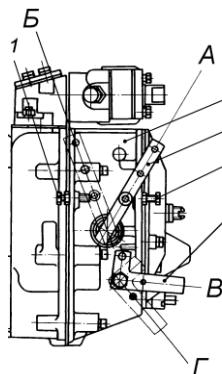

Рис. 54. Регулятор частоты вращения:
13. Установив рычаг регулятора в положение "Г" (рис. 54) выключенной подачи топлива, в течение 10-15 секунд проворачивать стартером коленчатый вал двигателя и по показаниям манометра определить наличие давления масла в центральном масляном канале. При наличии давления можно пускать двигатель.
Рычаг 5 (рис. 54) останова регулятора установить в положение "В" включенной подачи топлива, а рычаг 3 управления регулятором – в положение "А", соответствующее минимальной частоте вращения.
1 Подготовить двигатель к пуску как указано выше. Рычаг 5 (рис. 54) останова регулятора установить в положение "B" включенной подачи топлива, а рычаг 3 управления регулятором повернуть в среднее положение.